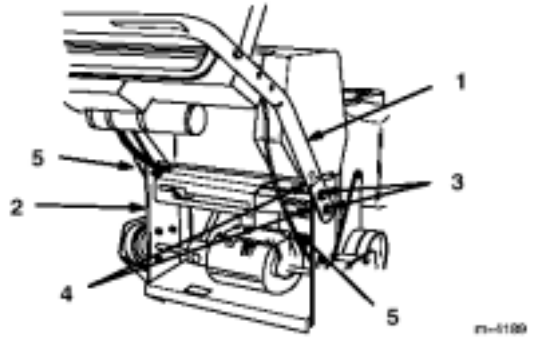

图4
- 2、两侧用(2) 3/6—16×1”(26mm)法兰螺栓和法兰螺母旋紧固定。螺栓扭矩位5ft.1b(34N.m)(图4)
- 3、将电线束及控制拉线导入机架。(图4)